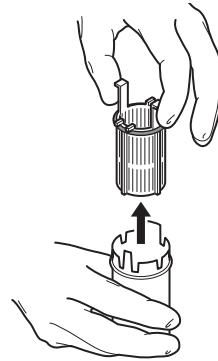

図10 マニホールドのフィルターの取り外し
- 試料を収集する場合は、マニホールドのフィルターを外してください(図10)。